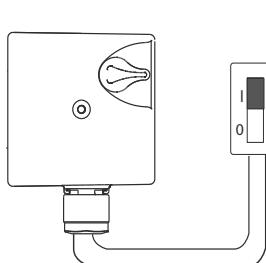

Fig. 6
Estas operaciones hay que realizarlas de la siguiente manera (fig. 6)
- открутить выпускную заглушку и повернуть вал насоса с помощью отвертки (рис. 6);
Если помещение отапливается слаба необходимо увеличить число оборотов насоса, однако в трубопроводах и, особенно в запорной аппаратуре (например, терmostatickem клапане) могут возникнуть шумы. Они устраняются переключением насоса на меньшие числа оборотов. Скорость устанавливается следующим образом (Рис.6):